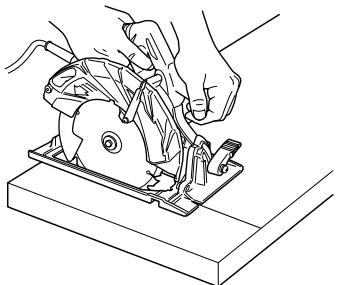
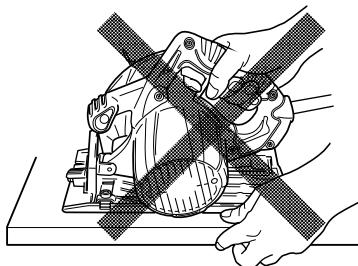

Fig. 11
Fig. 12
- Coloque la parte más ancha de la base de la sierra sobre la parte de la pieza de trabajo que está firmemente soportada, y no sobre la sección que cae al finalizar el corte. Como ejemplos, en la Fig. 11 se muestra la manera CORRECTA de cortar el extremo de una tabla, y en la Fig. 12, la manera INCORRECTA. Si la pieza de trabajo es demasiado corta o pequeña, fíjela.